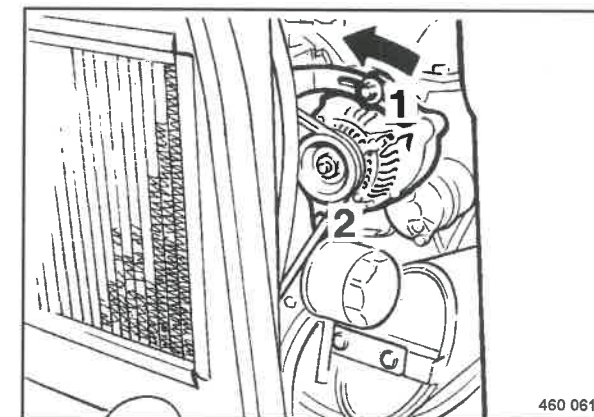

Fig. 109
- Allentare leggermente le viti di fissaggio 1 e 2 (Fig. 109).